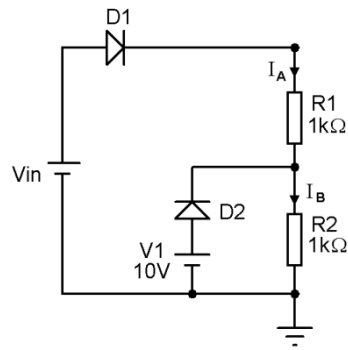

Figura 1. Diodos ideales.
- 2) Teniendo en cuenta el circuito de la Figura 1, calcular I_A , I_B , I_{D1} , I_{D2} , V_{D1} , V_{D2} ; representar el punto de trabajo en la característica de cada diodo y dibujar el circuito para: